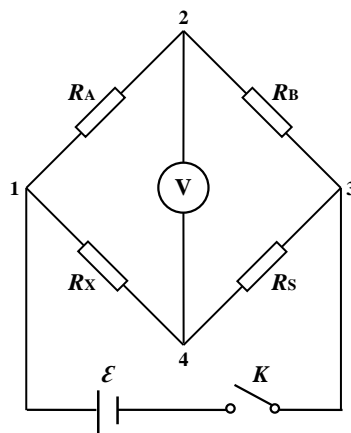

图 1 直流电桥电路
直流电桥电路如图 1 所示。  $R_A$ 、 $R_B$ 、 $R_S$ 、 $R_X$  为四个电阻（其阻值分别为  $R_A$ 、 $R_B$ 、 $R_S$ 、 $R_X$ ），联成四边形，每一边称为电桥的一个桥臂；对角 1 和 3 与直流电源相连，2 和 4 之间连接一个电压表，用来检验其间的电压是否相等。显然，当 2 和 4 的电位相等时，电压表示数为零，此时称为电桥平衡。由欧姆定律可知，当电桥平衡时，有  $U_{12}=U_{14}$ 、
1. 画出图 1 电路图，写出直流电桥的平衡方程。